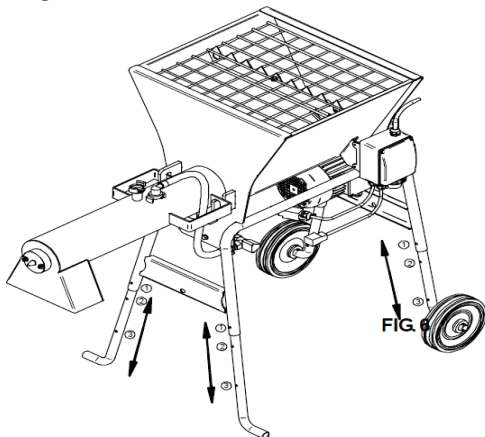

FIG. 6
11. ALTEZZE DI CARICO (VEDI FIG 6):